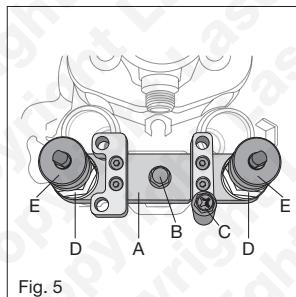

Fig. 5
2. Se reporter à la Figure 5 : Placer l'outil Laser 7084 (A) au-dessus de la paire d'injecteurs. Maintenir en place avec les vis **B** et **C** (ne visser initialement que quelques filets).